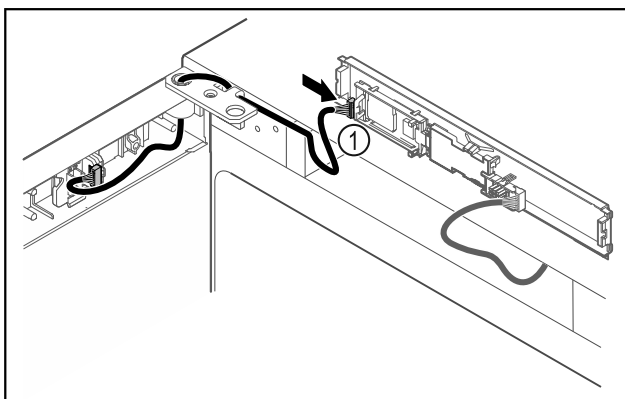

Fig. 47
- ▶ Collegare il connettore Fig. 47 (1) sulla scheda.